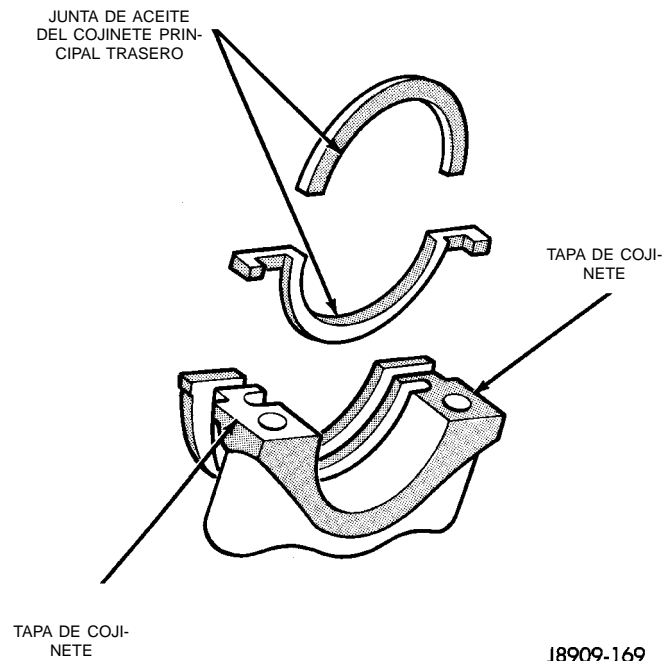
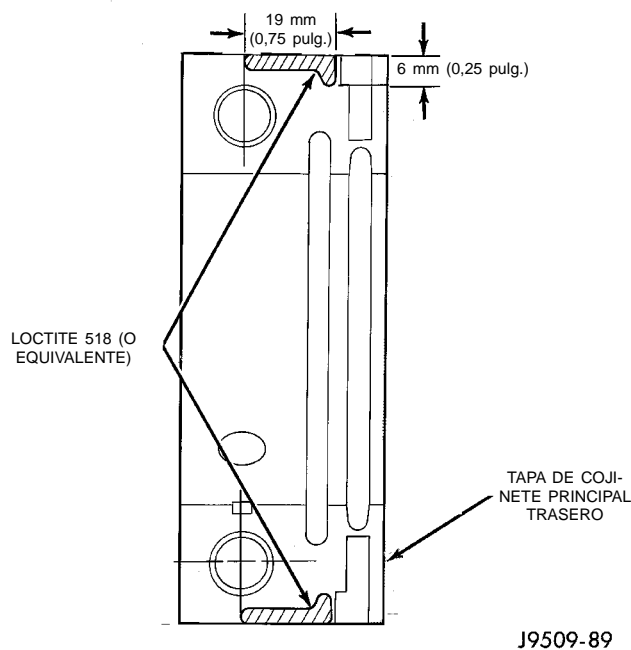

Fig. 59 Junta de aceite del cojinete principal trasero
Fig. 60 Emplazamiento de Loctite 518 (o equivalente)
- (1) Limpie la superficie de junta del cigüeñal.
- (2) Aplique una capa fina de aceite de motor.
- (3) Recubra el reborde de la junta con aceite de motor.
- (4) Coloque con cuidado la junta superior dentro de la acanaladura del bloque de cilindros. El reborde de las caras de las juntas miran en dirección a la parte delantera del motor.
- (5) Coloque la mitad inferior de la junta en la tapa de cojinete Nº 7 (Fig. 59).
- (6) Recubra la superficie curvada exterior de la junta inferior con jabón y el reborde de la junta con aceite de motor (Fig. 59).
- (7) Emplace la junta inferior dentro del hueco de la tapa del cojinete y encájela firmemente. Asegúrese de que la junta esté a nivel con el bloque de cilindros.
- (8) Aplique Loctite 518, o su equivalente a la tapa del cojinete trasero (Fig. 60). El reborde debe ser de 3 mm (0,125 pulg.) de espesor. NO aplique Loctite 518, o su equivalente a la pestaña de la junta.
- (9) Instale la tapa del cojinete principal trasero. NO golpee la tapa más de dos veces para conseguir un acoplamiento correcto.
(10) Apriete todos los pernos de los cojinetes principales con una torsión de 108 N·m (80 lbs. pie).
(11) Instale la junta del colector de aceite y el colector de aceite.
(12) Instale el volante del motor o la placa de mando del convertidor.